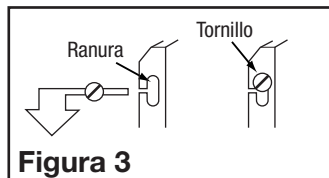

Figura 3
4. Instale el ventilador en la ventana enganchando las ranuras en los tornillos en el marco de la ventana. Deslice el ventilador hacia abajo en los tornillos hasta que descansa sobre la parte inferior del marco (**Figura 3**).